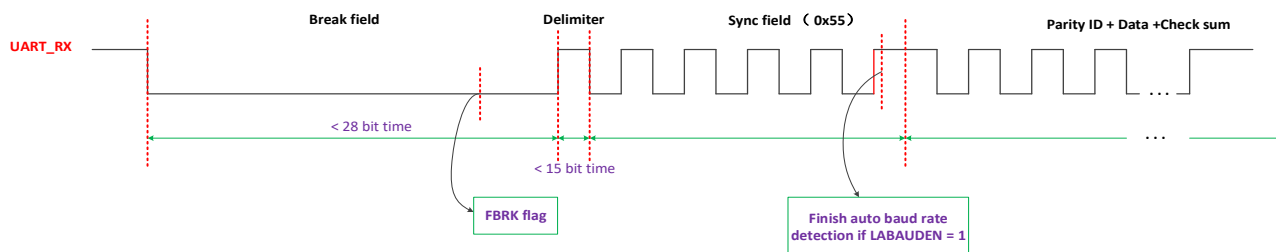

图 8-10 LIN 帧流程
如图 8-10 所示，UART LIN 只是一个软件 LIN，具有传输分隔符（break field），同步域（synchronous field）和数据。用户可以在最新的 LIN 协议中了解更多细节。图 8-10 仅描述了一个基本的帧。除基本 UART 寄存器外，用户还应更加注意 UART_LINCR 寄存器。在 UART 模块中，存在一个硬件逻辑单元，用于 LIN 检测，并且当 LINEN 配置为 1 时，就启用 LIN 功能。需要注意的是只有 UART0，UART1 支持 LIN 功能。
UART-LIN 帧流程如图 8-10 所示，接收过程参考如下步骤：
2. 在分隔符位周期之后，同步域即 0x55 当做正常的数据接收。如果 LABAUDEN 配置为 1，则在 synchronous field 期间自动波特率检测开始运行，并且自动波特率检测操作在图 8-10 所示的第五个上升沿之后完成。但数据 0x55 不会存储到 RX 数据寄存器或 FIFO 中。若
为避免在发生异常情况时模块暂停，引入超时机制，如图 8-10 所示：